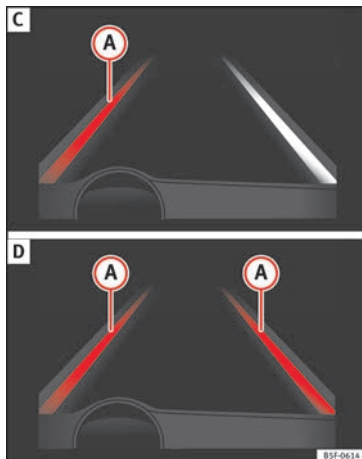

Fig. 190 Sul display del quadro strumenti: indicazione sul display del dispositivo di assistenza per il mantenimento della corsia (esempio 2).
- Il dispositivo è operativo, la linea evidenziata **A** indica il rischio di oltrepassare involontariamente la linea di demarcazione della corsia e sta agendo sullo sterzo per correggere la traiettoria » **fig. 190 C**.
- Le due linee evidenziate **A** si accendono quando entrambe le linee di demarcazione della corsia sono state rilevate e la funzione di guida al centro della corsia è attiva » **fig. 190 D**.